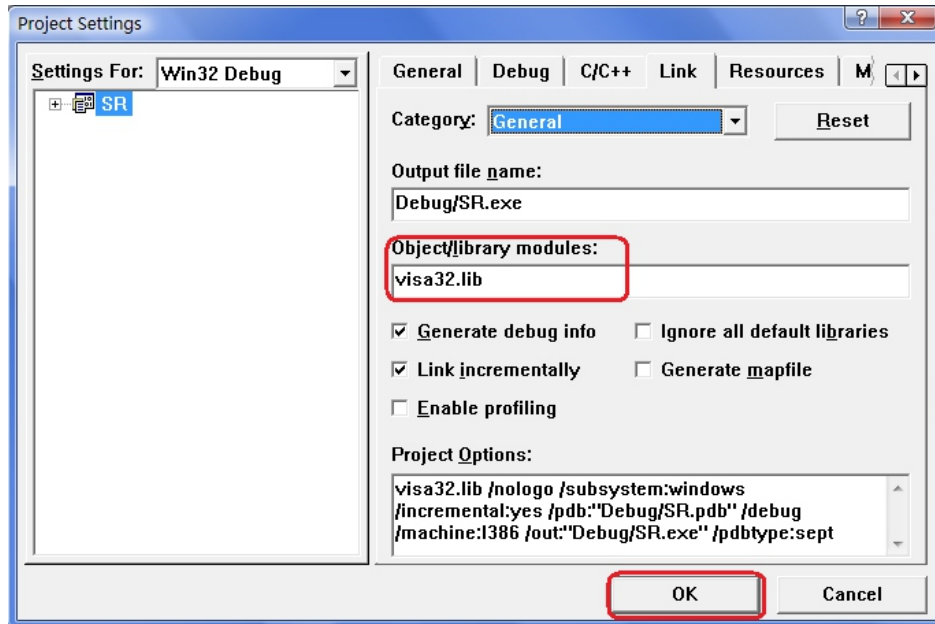

图 4-1-2
3. 打开 Project>Settings 中的 Link 选项卡，在 Object/library modules 框中手动添加 visa32.lib，点 OK 关闭对话框。如图 4-1-2 所示。